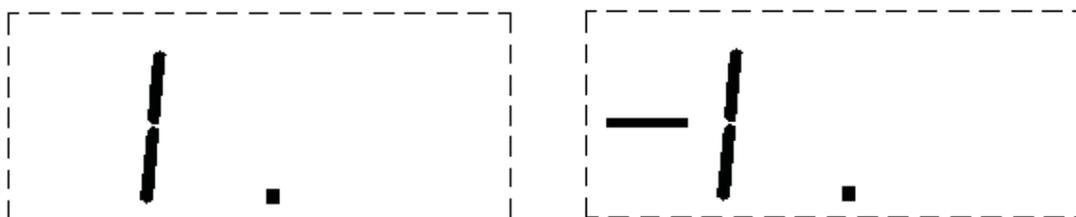

Рис. 4.1. Показания дисплея
1. Установите переключатель диапазонов в положение CHARGE. Токовым кабелем на 10 А присоедините шунт на 20 Ом, как показано в таблице II. Используйте как образец рис. 4.1. Включите питание. Установите переключатель на диапазон 20Ω . Потенциометром POT5 подстройте показания прибора на значение, соответствующее сопротивлению шунта.